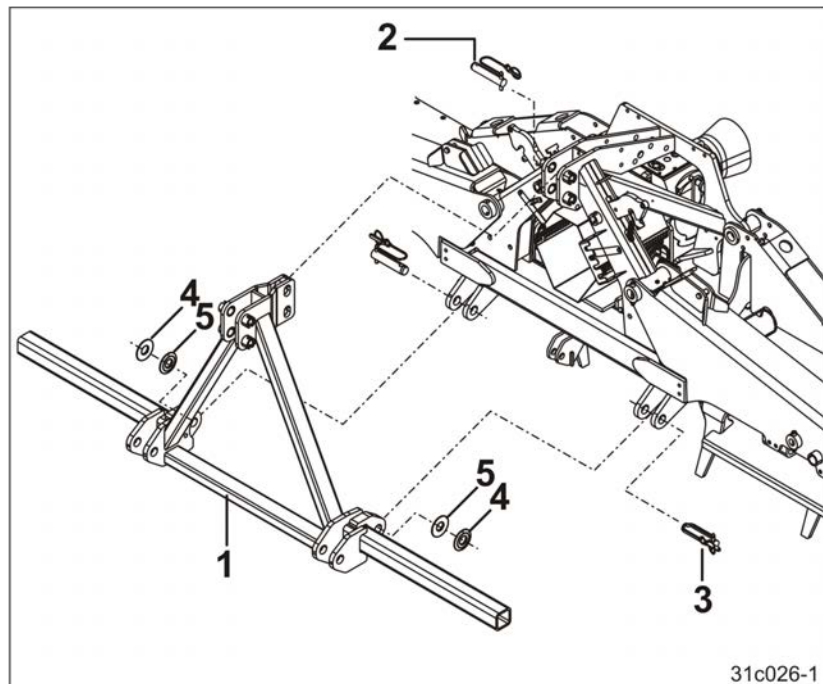

Fig. 52
1. Hæng 3-punkts-forlængerrammen (Fig. 52/1) op i en kran.
- o topstangsbolt $\varnothing$ 31,7 mm (Fig. 52/2)
- o to liftarmsbolte $\varnothing$ 36,6 mm (Fig. 52/3)
- o 2 afstandsskiver $\varnothing$ 90 mm x 6,5 mm tykke (Fig. 52/4)
- o 2 afstandsskiver $\varnothing$ 100 mm x 13,5 mm tykke (Fig. 52/5)